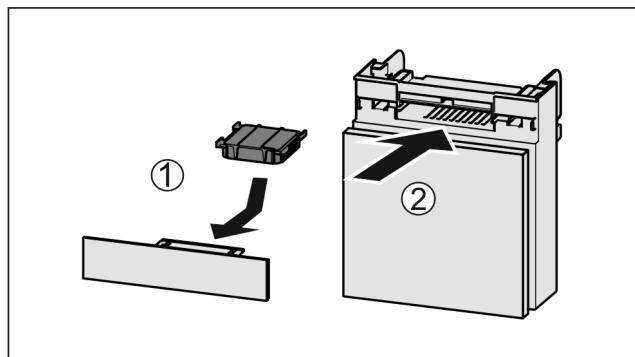

Fig. 147
- Вставити фільтр з активованого вугілля за малюнком Fig. 147 (1).
- Вставити відділення Fig. 147 (2).